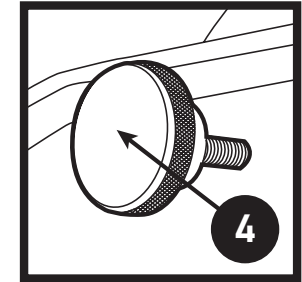

Figura 8
a. Si la banda abrasiva no permanece centrada en la rueda de contacto mientras está en movimiento, utilice la perilla de ajuste de alineación (Figura 8), localizada en el lado izquierdo superior de la máquina, para alinear la banda. Gire el control en dirección a las agujas del reloj para alinear la banda hacia la izquierda; para alinearla hacia la derecha, gire el control en dirección contraria a las agujas del reloj.